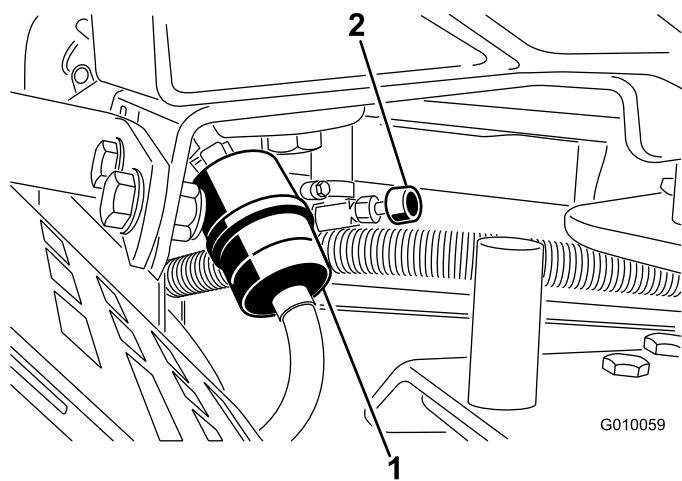

図 48
2. 燃料バルブを閉じる 図 48。
3. 古いフィルタのクランプをゆるめて脇に寄せる 図 48。
5. 新しいフィルタをホースに取り付け、クランプで固定する 図 48。
7. 燃料バルブを開く 図 48。
3. 燃料フィルタについているクランプをゆるめ、フィルタからはずす 図 48。
4. 燃料フィルタから燃料ホースを抜き取る 図 48。燃料バルブを開き、排出される燃料を適切な容器に受ける。
5. フィルタに燃料ホースをつなぎ、クランプで固定する (図 48)。